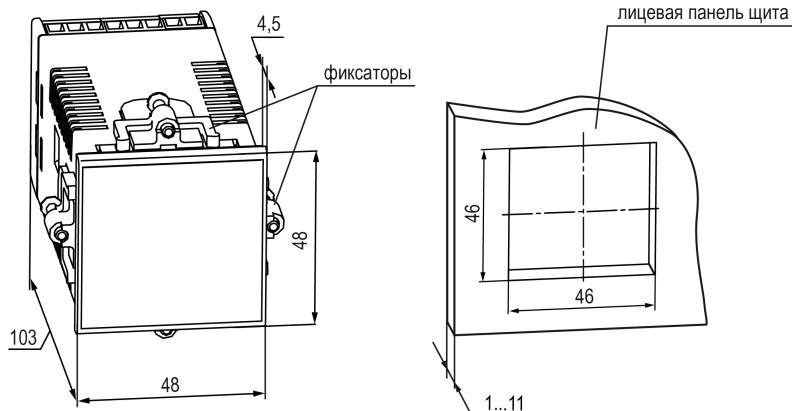

Рисунок 4.8 – Габаритные размеры корпуса Щ5 и монтажного отверстия в щите
- Подготовить на щите управления монтажный вырез для установки прибора (см. рисунок 4.8).